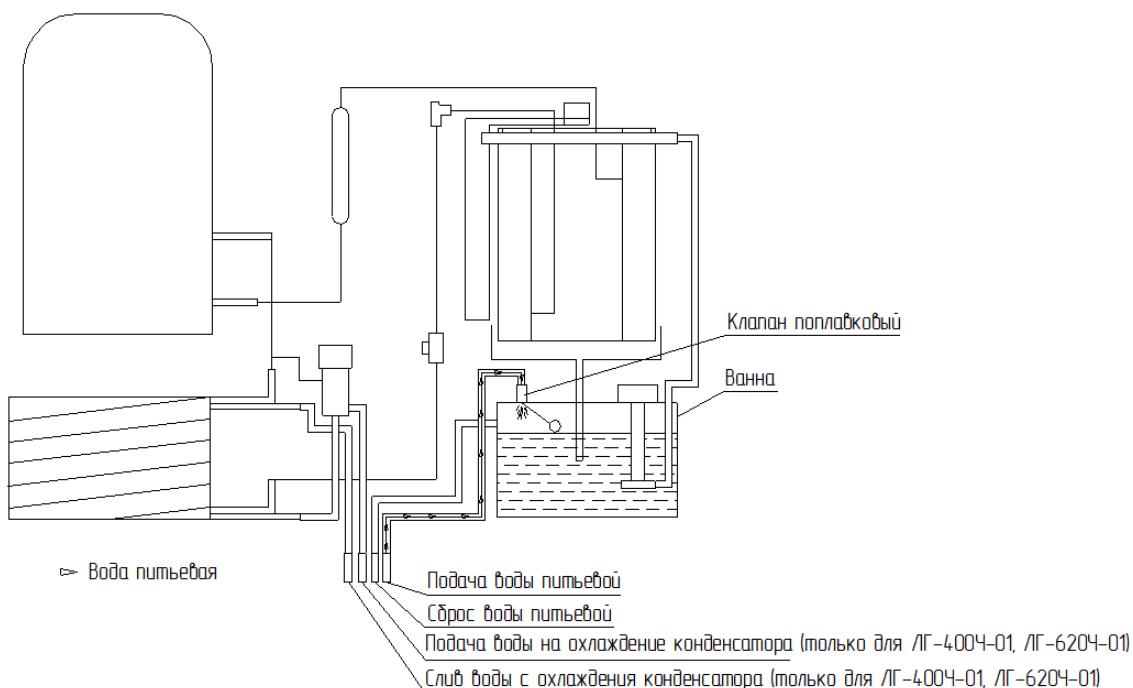

Рис.3 Режим заполнения ванны водой
1. Режим ЗАПОЛНЕНИЯ ВАННЫ ВОДОЙ (рис. 3)